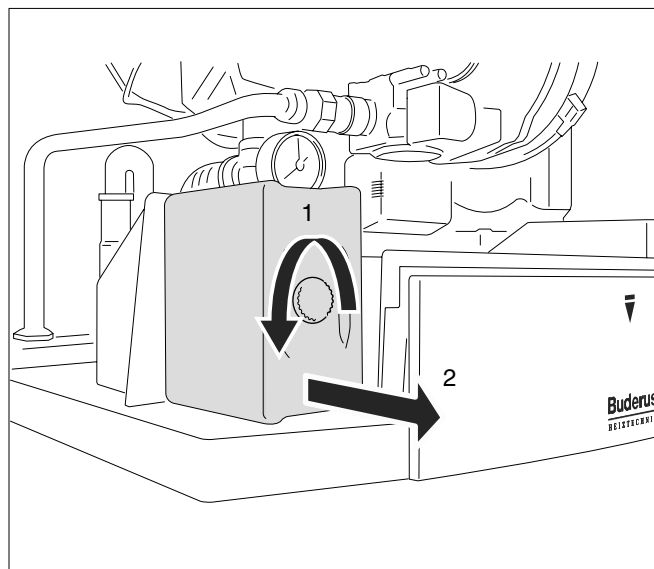

Fig. 34 Demontarea UBA3
- Desfaceți șurubul de fixare a UBA3 (vezi Fig. 34, Poz. 1).
- Trageți UBA3 în față, în direcția indicată de săgeată (vezi Fig. 34, Poz. 2).